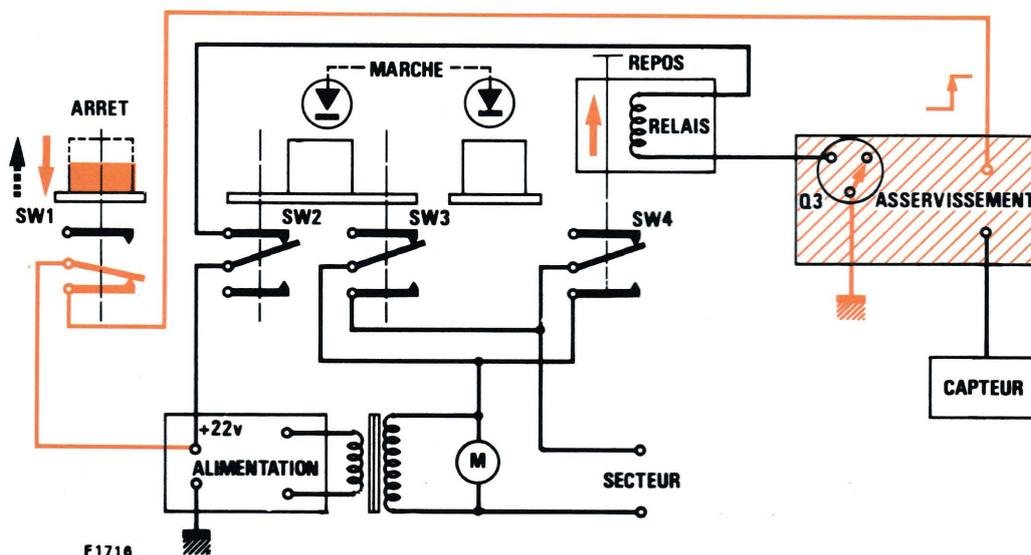

Fig. 7
E. ARRÊT EN COURS D'AUDITION (Fig. 2 - Fig. 7)
- L'interrupteur (3) SW 1 relie l'entrée J 6 du circuit d'asservissement au + HT suivant le schéma de la Fig. 7.
- Le circuit d'excitation de l'électro-aimant (2) est coupé.